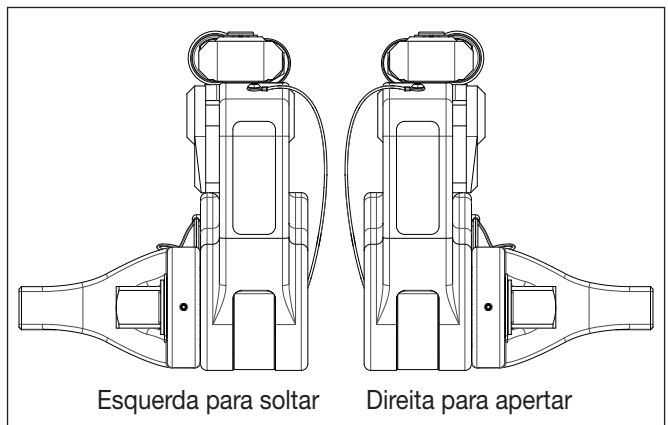

Figura 9: Direções de acionamento para Soltar/ Apertar
- Para apertar os parafusos, instale o encaixe quadrado no local mostrado na Figura 9.